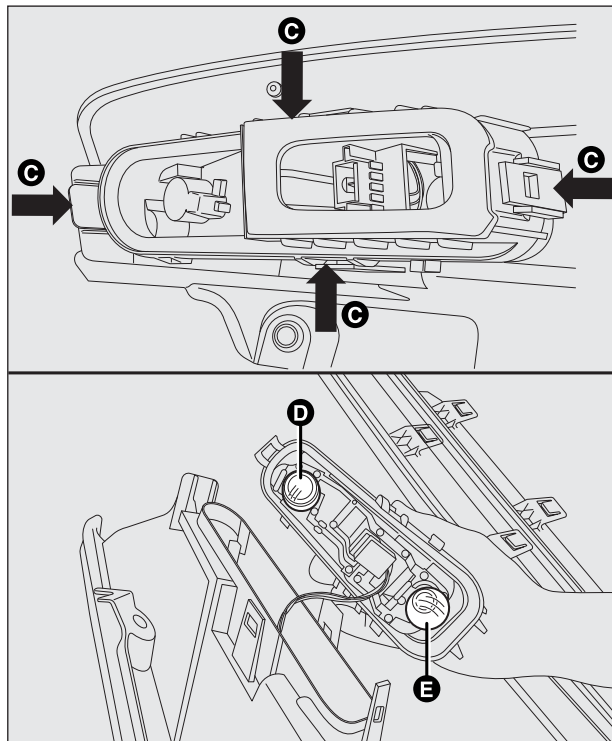

fig. 170
- ❑ desenganche el portalámparas desde las fijaciones C-fig. 170;